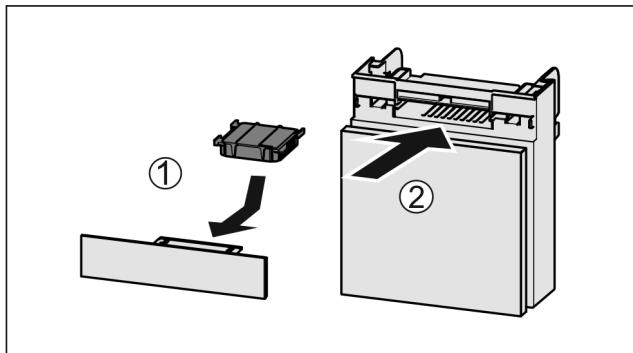

Fig. 103
- Поставете Fig. 103 (1) филтъра с активен въглен, както е показано на фигурата.
- Вкарайте Fig. 103 (2) отделението.